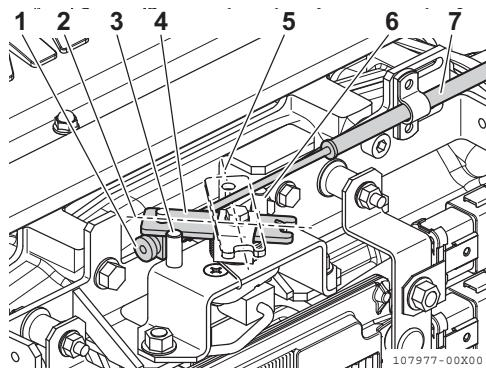

Figure 4
- Pour ajuster, desserrez la vis d'ajustement (**Figure 4, (1)**) pour le câble de la commande à distance et réglez.
- Ajustez en premier la position d'arrêt à basse vitesse (**Figure 4, (2)**), puis ajustez la position d'arrêt à haute vitesse (**Figure 4, (5)**), avec la vis d'ajustement sur le levier de la commande à distance (**Figure 4, (4)**).